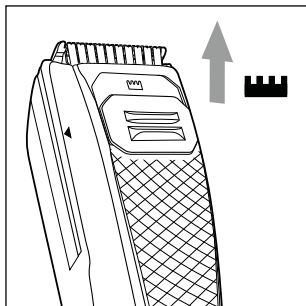

Fig. 6
- 1) Skub skyderen til udtyndingsfunktionen  **2** op til position  **1**. Den udtyndingsfunktion, som er integreret i skærehovedet **1**, køres frem foroven (se fig. 6).